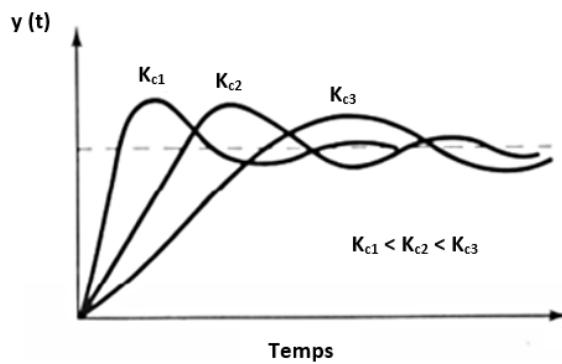

Figura 12: Representació gràfica del comportament d'un controlador amb acció proporcional-integrativa [1].
4.4.3 Controlador proporcional integratiu (PI)
L'acció integral (I) en un controlador té en compte l'error acumulat en el temps, d'aquesta manera s'elimina l'*offset* que produïa l'acció proporcional. A l'eliminar l'error, augmenten les oscil·lacions del valor de la variable controlada i s'alenteix la resposta del controlador. El comportament d'aquest controlador, es troba representat a la **Figura 12** i es pot observar com les oscil·lacions de la variable controlada als voltants del punt de consigna augmenten.